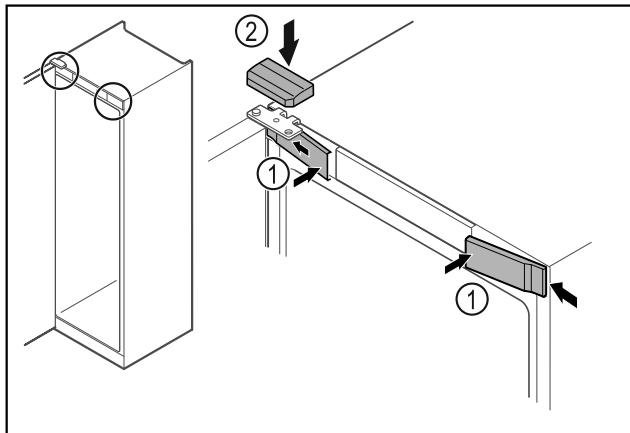

Fig. 63
- ▶ Закачете предните капаци Fig. 63 (1) отстрани и фиксирайте.
- ▶ Фиксирайте горния капак Fig. 63 (2) отгоре.